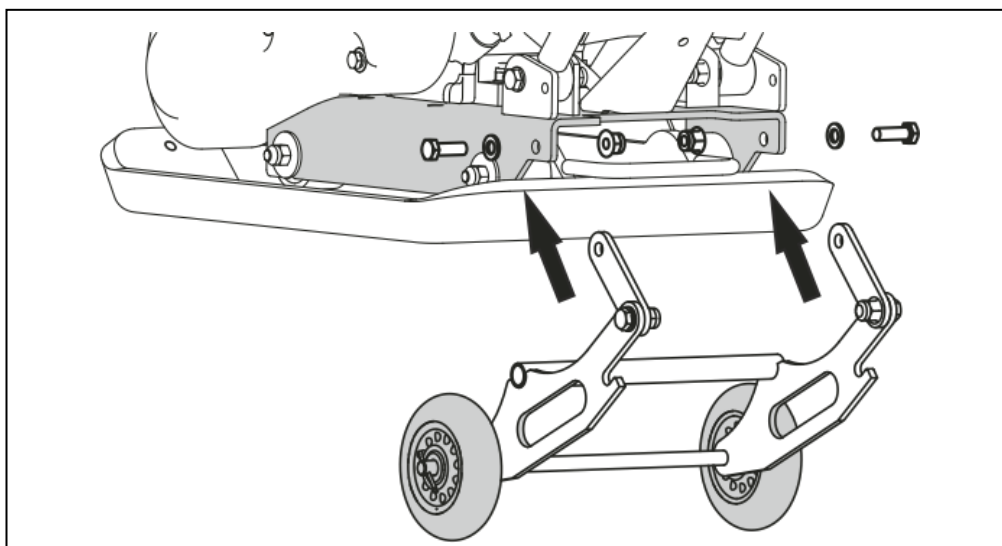

Рис. 5. Установка транспортной тележки.
4. Транспортная тележка предназначена для транспортирования виброплиты на короткие расстояния по твердой, гладкой и ровной поверхности. Для установки транспортной тележки необходимо совместить отверстия в соединительных пластинах тележки и раме виброплиты. Далее вставьте в отверстия болты и закрутите гайки (Рис. 5).